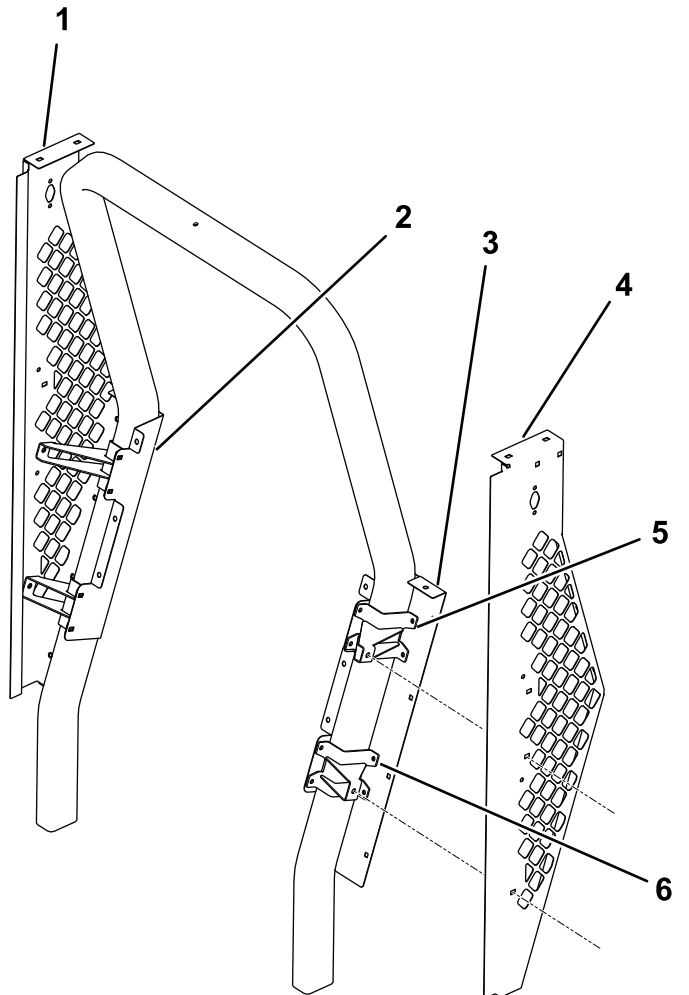

图1
1. 使用圆头螺丝5/16 x ¾ 英寸和凸缘螺母5/16 英寸安装左侧面板和右侧面板 图1。
2. 使用圆头螺丝5/16 x ¾ 英寸和凸缘螺母5/16 英寸沿着左后面板和右后面板安装 2 个上支架和 2 个下支架 图1。